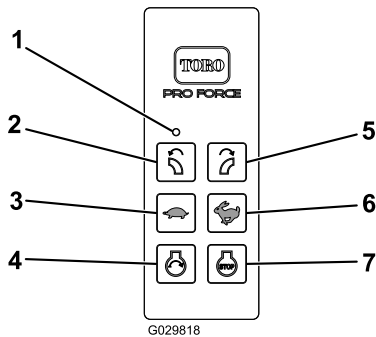

Figura 9
La luz LED indica que se están comunicando el control remoto y el módulo de control inalámbrico (Figura 9).
Pulse el botón de PARADA DEL MOTOR para apagar el motor (Figura 9).
Después de preparar la máquina para el arranque con el control remoto, pulse el botón DE ARRANQUE DEL MOTOR para arrancar el motor (Figura 9). Consulte en Control del motor \(página 19\) la secuencia de arranque.
Presione el botón GIRAR TOBERA A LA IZQUIERDA o GIRAR TOBERA A LA DERECHA para girar la tobera del soplador a la posición deseada (Figura 9).
- Pulse el botón AUMENTAR LA VELOCIDAD DEL MOTOR (icono de conejo) para aumentar la velocidad del motor (Figura 9).